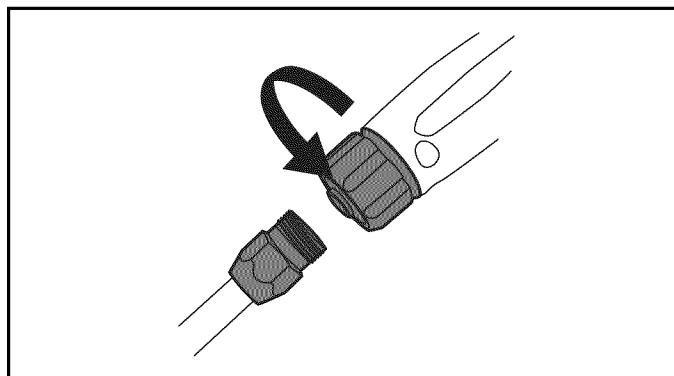

Figura 4-13. Fijación de la lanza
- 4. Vuelva a conectar la lanza en la pistola de pulverización (Figura 4-13). Apriete con la mano.